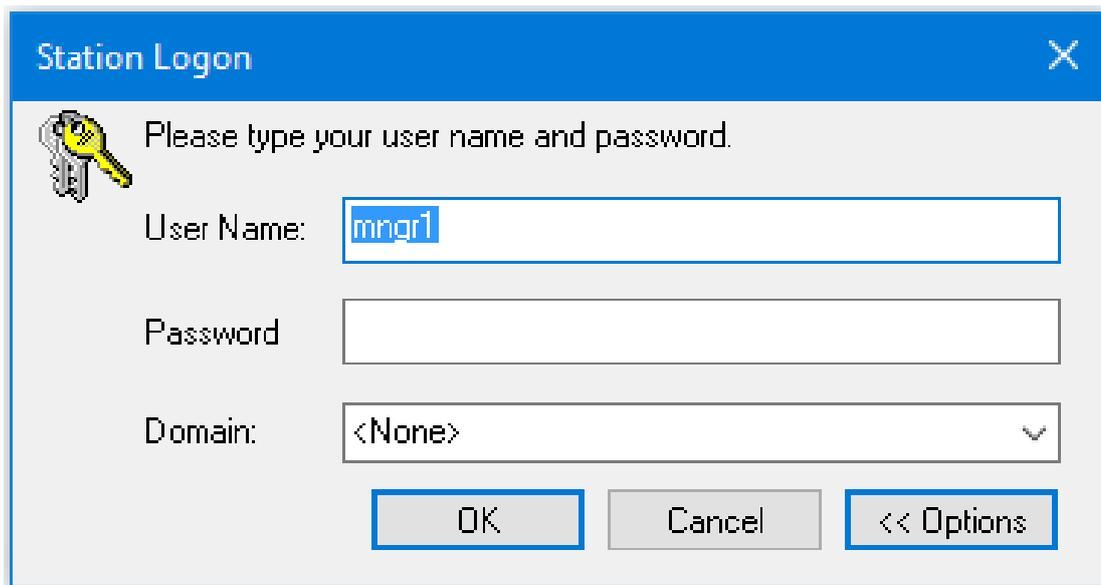

Рисунок 2 – Окно авторизации оператора
- Далее, необходимо кликнуть на силуэт человека в нижнем правом углу экрана. Появится окно авторизации, представленное на Рис. 2;